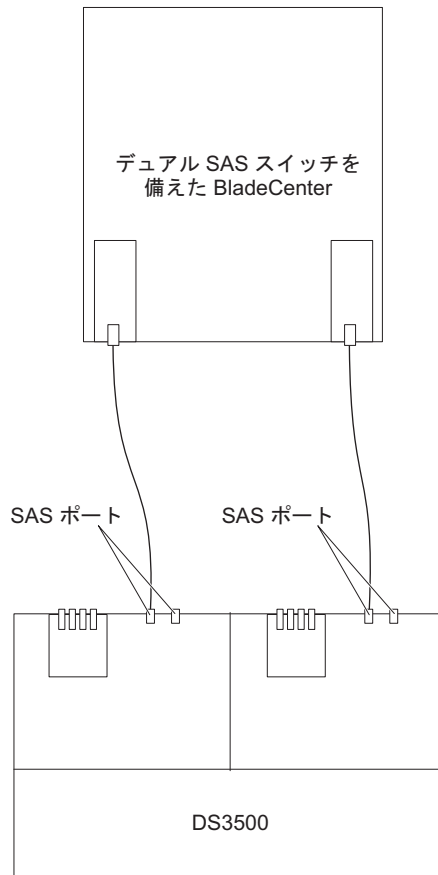

図 72. BladeCenter ユニットに接続されている DS3500 の例
2. 予備のホスト接続を作成するには、2 番目の SAS 接続モジュールから、DS3500 の他のコントローラーのホスト・コネクタに SAS ケーブルを接続します。デュアル・コントローラー DS3500 では、90 ページの図 72 で示すように、BladeCenter から DS3500 コントローラーのホスト・ポートごとに 1 つの接続を行うことで、最大 2 つの冗長ホスト接続を作成することができます。
90 ページの図 72 は、1 台の BladeCenter ユニットに接続されている DS3500 の例を示しています。